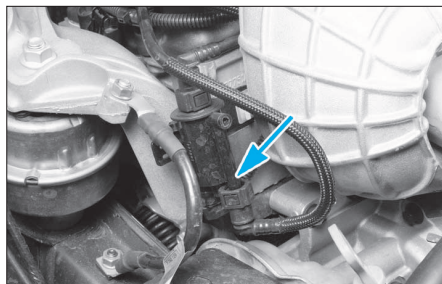

FIG. 16
- la soupape de dégazage (Fig.16) (afin de ne pas l'endommager).